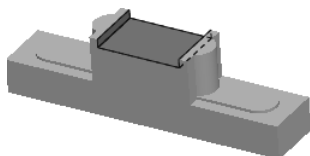
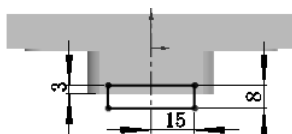

图 5.39.8 切除-拉伸 1
图 5.39.9 横断面草图 (四)
Step5. 创建如图 5.39.8 所示的特征切除-拉伸 1。横断面草图如图 5.39.9 所示。